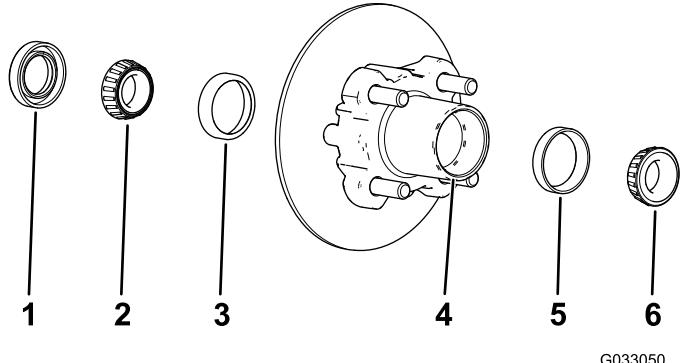

Figure 36
- Déposez le roulement extérieur et la bague de roulement du moyeu (Figure 36).
- Déposez le joint et le roulement intérieur du moyeu (Figure 36).
- Éliminez la graisse, la saleté et les débris déposés à l'intérieur de la cavité du moyeu (Figure 36).
- Remplissez la cavité du moyeu de 50 à 80 % environ avec la graisse spécifiée (Figure 36).
- Assemblez le roulement intérieur sur la bague sur le côté intérieur du moyeu et montez le joint (Figure 36).